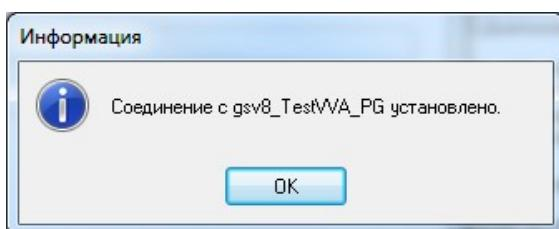

Рисунок 252: Пример сообщения
- 3.4 После того, как соединение будет установлено, на экран будет выдано соответствующее сообщение в информационном окне «**Информация**» (рис. 252).